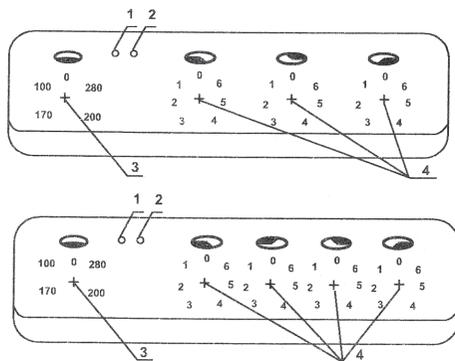

Рис. 2. Панель электроплиты (трех и четырехконфорочная)
- 5.3. Сигнальная лампочка конфорок рис.2 загорается при включении на любую ступень мощности.
5.4. Регулировка мощности электроконфорки осуществляется при помощи переключателей, ручки которых расположены на панели управления электроплиты рис.2.
5.6. Сигнальная лампочка жарочного шкафа рис.2 загорается при включении его на любую ступень мощности.
5.7. Регулирование мощности трубчатых электронагревателей жарочного шкафа производится переключателем мощности, ручка которого расположена на панели управления электроплиты, рис.2.